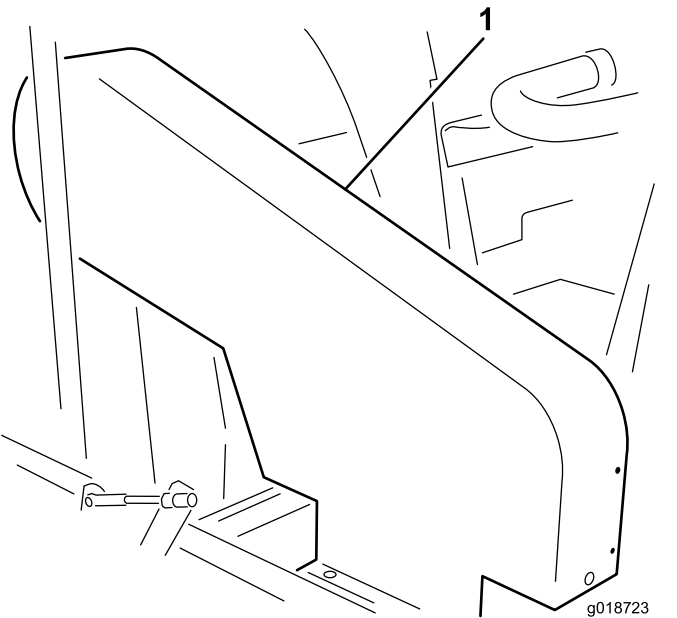

图19
注意：检查皮带张紧力无需卸下上皮带防护罩（图19）。如果由于某种原因必须拆下皮带防护罩，请卸下将防护罩固定至机架的 4 个螺栓、垫圈和螺母。切勿在未安装防护罩时操作机器。
使用 18~22N 的力按压叶轮与离合皮带轮之间的皮带中间位置，检查皮带的张紧力。皮带应下压 1.27cm。如果下压程度不正确，请调节叶轮传动皮带。如果下压正确，请继续正常操作（图19）。
使用 18~22N 的力按压中间动轴与离合皮带轮之间的皮带中间位置，检查皮带的张紧力。皮带应下压 6.35mm。如果下压程度不正确，请调节中间动轴皮带。如果下压正确，请继续正常操作（图19）。
1. 卸下将上防护罩固定到机架的 4 个螺栓、垫圈和螺母（图19）。